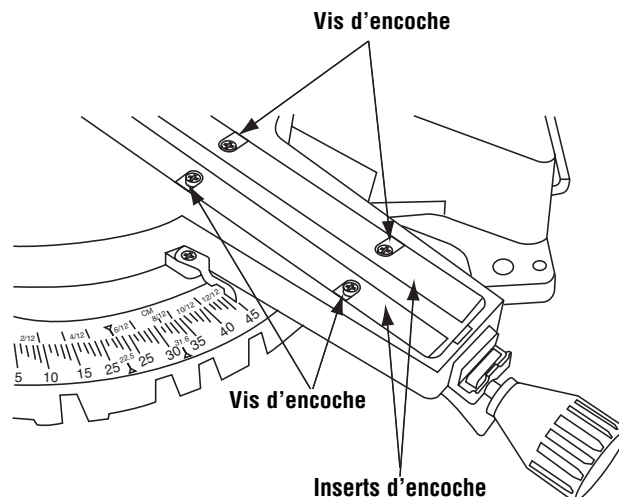

Figure 13. Insert d'encoche
2. Desserrez les six (6) vis d'encoche à l'aide d'un tournevis à empreinte cruciforme (Figure 13).